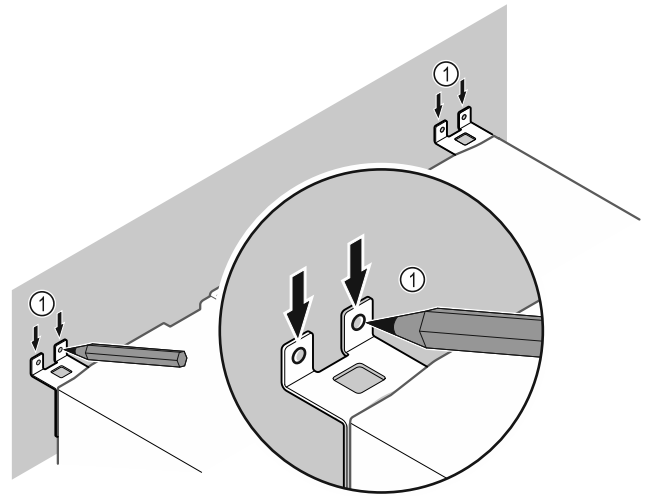

Fig. 9
- ▶ Markeringen op de wand aanbrengen Fig. 9 (1).